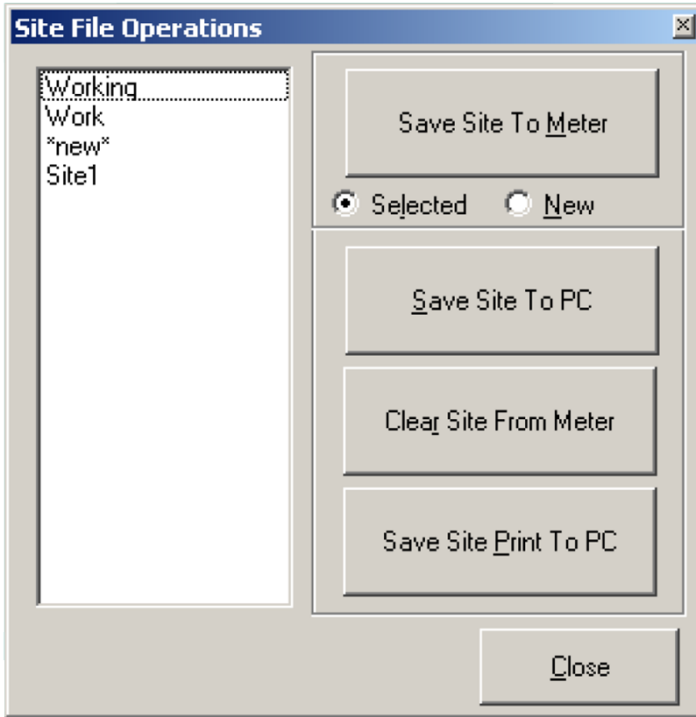

Figura 31: Ventana Operaciones del archivo del sitio
Para acceder a los archivos del sitio, haga clic en el botón *Site files* (*Archivos del sitio*) en la ventana *Properties* (*Propiedades*). Se abre la ventana de operaciones de archivos del sitio (que se muestra en la figura 31).
1. Resalte el sitio deseado en el panel izquierdo. (ver la figura 31.)
1. Resalte el sitio en el panel izquierdo. (ver figura 31.)